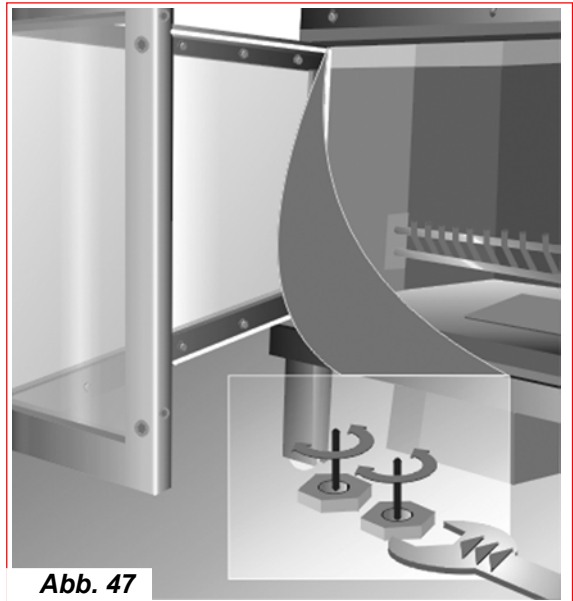

Abb. 47
- Die beiden Schrauben (Abb. 47) mit einem Zehner-Schraubenschlüssel lösen.